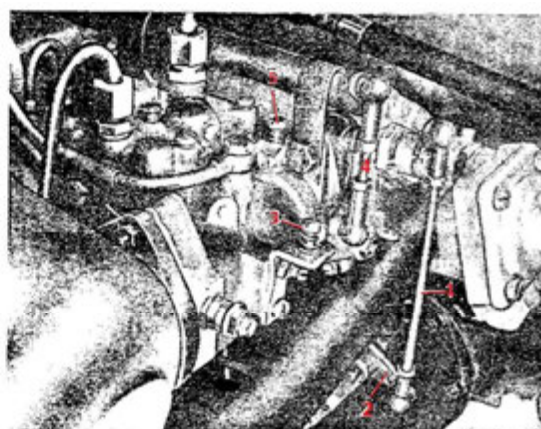

Fig. M 32/4
3. Svitare le connessioni della linea carburante (6) e del troppo-pieno(7) dalla vaschetta e la linea di scarico dal primario di entrambi i carburatori (Fig.M 32/1).
4. Rimuovete le aste di spinta (5) dai carburatori (Fig. M 32/1) e l'asta di collegamento (1) alla leva angolare (2) posta sul basamento (Fig. M 32/4)